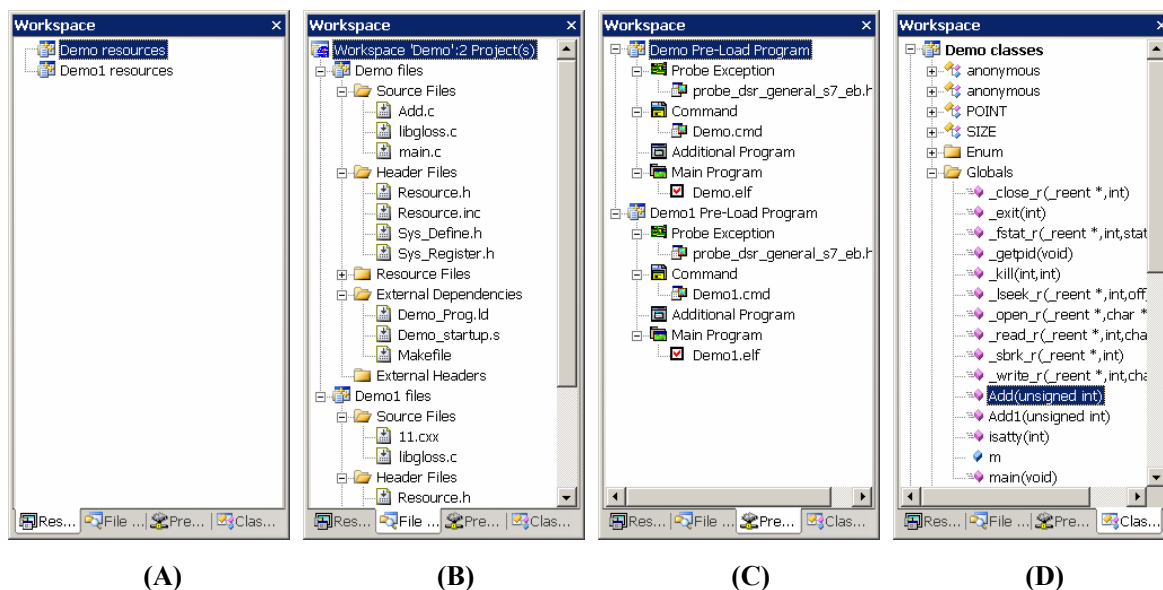

图 5.32 Workspace 窗口
(2) Workspace 窗口介绍
- A、Resource View：如图 5.32 (A)，该窗口显示工作区包含工程的资源文件。
- B、File View：如图 5.32 (B)，该窗口显示工作区包含的工程、文件信息：其中第一行显示工作区名称及该工作区包含的工程数量；从第二行开始显示工程名及工程中包含的文件名。
- C、Pro_Load View：如图 5.32 (C)，该窗口显示预下载工程信息，包含可执行文件等。
- D、Class View：如图 5.32 (D)，该窗口显示工程中定义的全局变量、全局函数、宏等信息。